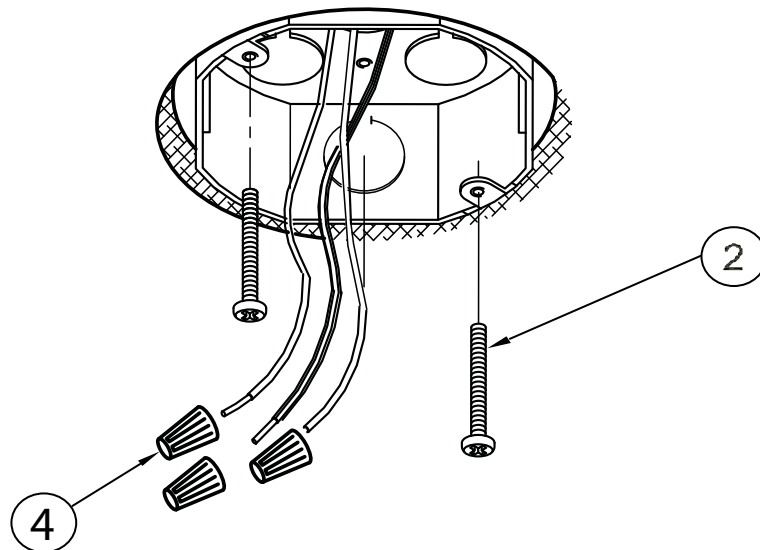

Figure 2
- Visser (2) vis 1.5 po d'environ ¼ po dans boîte de jonction Voir la figure 2.
- Rez appareil en soulevant Fixture de logement (3) à la boîte de jonction et brancher le fil de terre nu de cuivre de la boîte et le fil de terre vert de l'appareil avec un écrou de fil
- Utiliser les serre-fils pour connecter le fil noir de l'appareil au fil noir d'alimentation et le fil blanc (neutre) de l'appareil au fil blanc d'alimentation. Voir la figure 2.
- Placer le boîtier de l'appareil sur la boîte de jonction, aligner les fentes en trou de serrure du boîtier du luminaire sur les vis dépassant de la traverse installée sur la boîte de jonction. Pivoter le boîtier pour situer les vis dans les fentes, puis serrer les vis pour fixer le boîtier au plafond. Voir la figure 2.
2. Thread two 1.5" Screws (2) about ¼" into junction box. **See Fig 2.**
3. Ground fixture by lifting Fixture Housing (3) to junction box and connect the bare copper ground wire from the junction box and the green ground wire from the fixture with a wire nut (4). **See Fig 2.**
4. Use Wirenuts (4) to connect the black fixture wire to the black power supply wire and the white (neutral) fixture wire to the white power supply wire. **See Fig 2.**
5. Hold Fixture Housing (3) in one hand and with the other hand position wires up into junction box.
6. Position Fixture Housing over junction box, aligning keyholes in Fixture Housing with two Screws (2) previously mounted to the junction box. Rotate the fixture housing to locate the Screws in the slots and tighten Screws to secure the housing against ceiling. **See Fig 2.**
2. Enrosque (2) tornillos de 1.5" como ¼" dentro de la barra transversal. **Vea Fig. 2**
3. Accesorio de tierra levantando Fixture Vivienda (3) a la caja de conexiones y conecte el cable a tierra de cobre desnudo de la caja y el alambre verde de tierra del aparato con una tuerca para cable **Vea Fig.2**
4. Use Capuchones de Alambres para conectar el alambre negro de la luminaria al alambre negro suplidor de electricidad y el alambre blanco (neutral) de la luminaria al alambre blanco suplidor de electricidad. **Vea Fig. 2.**
6. Coloque caja de la luminaria sobre la caja de ensambladura alineando los agujeros de la caja de la luminaria con los tornillos que extienden de la barra transversal previamente montados a la caja de ensambladura. Gire la caja de la luminaria hasta localizar los tornillos en las ranuras y apriete los tornillos para asegurar la caja de la luminaria contra el techo. **Vea Fig.2.**
7. Para Instalar Difusor (1)- Introduzca el borde superior del difusor entre el borde de la luminaria y la Aldaba (sujetador) del difusor (5), gire el difusor hacia arriba y empuje el clip (sujetador) del difusor hacia adentro como se encontró por el difusor durante la instalación.